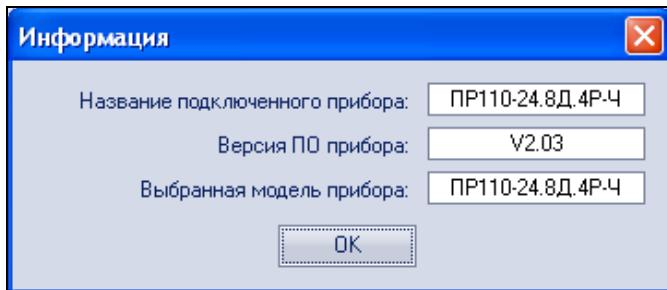

Рисунок 3.19 – Экранная форма с информацией о ПР
10) информация о подключенном типе ПР и версии программного обеспечения может быть получена при помощи кнопки на панели инструментов (рисунок 3.19), рисунок 3.19;